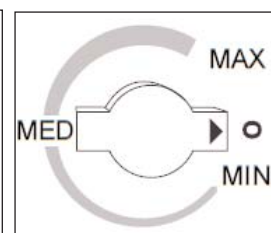

Fig. 2
- Pour arrêter le cabinet à vins (arrêt du refroidissement), tournez le bouton de commande de la temp. à la position «0» (OFF) (voir la Fig. 2).
- Tournez la commande en position «OFF» (0) pour couper temporairement le cycle de refroidissement. Lorsque le cabinet à vins n'est pas utilisé pendant une longue période, débranchez la prise de courant et laissez la porte partiellement ouverte. Réglez la commande à la position "OFF" pour arrêter temporairement le cycle de refroidissement. Si le refroidisseur de vin ne doit pas être en marche pendant quelques temps, débranchez la prise et laissez la porte entre-ouverte.